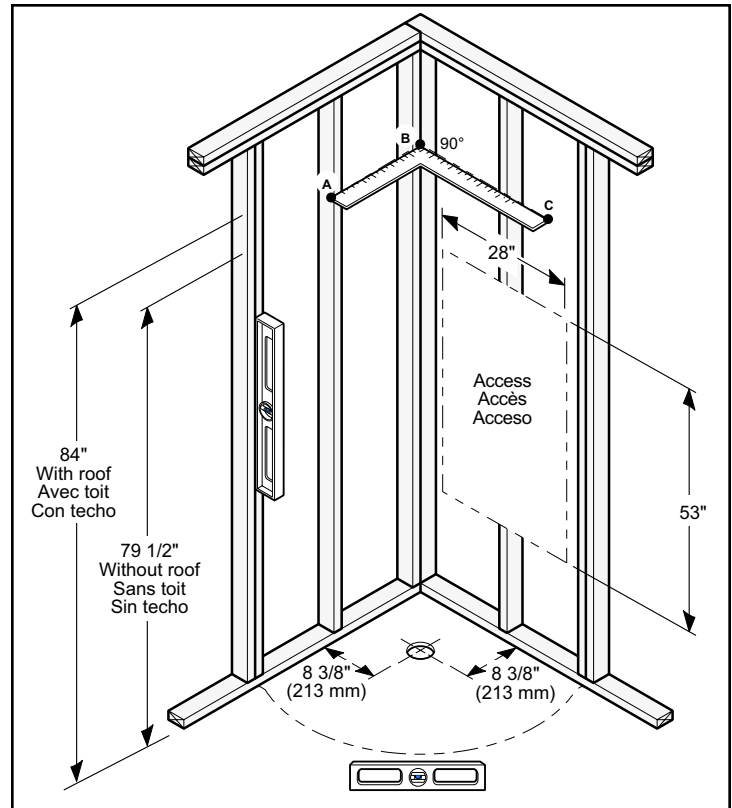
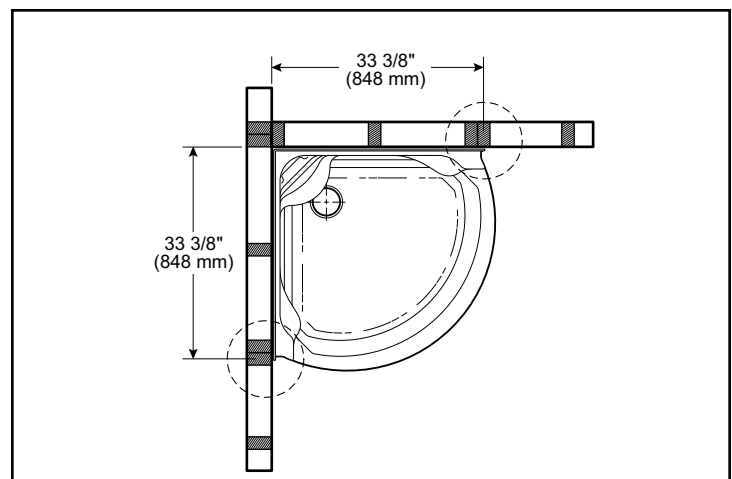

Fig. 1a
Fig. 1c
- Build the structure for the unit to the dimensions indicated (**Fig. 1a**). Make sure you have a screw support $33\frac{3}{8}$ " (848 mm) from each side when you screw the unit into place (**Fig. 1c**). **Make sure you have access behind the unit, on the side that has the plumbing fixture connections.**
- Bâtir la structure pour recevoir l'unité en suivant les dimensions indiquées (**Fig. 1a**); s'assurer d'avoir un renfort pour vissage à $33\frac{3}{8}$ " (848 mm) de chaque côté pour y fixer l'unité (**Fig. 1c**). **S'assurer d'avoir un accès derrière l'unité, du côté où se trouvent les raccordements de la robinetterie.**
- Armar la estructura para dar cabida a la unidad con arreglo a las dimensiones indicadas (**Fig. 1a**); cerciorarse de que hay un refuerzo, a $33\frac{3}{8}$ " (848 mm) de cada lado, para clavar la unidad sobre él (**Fig. 1c**). **Asegurarse de que queda acceso de registro detrás de la unidad, en el lado en que se ubican los empalmes de la grifería.**